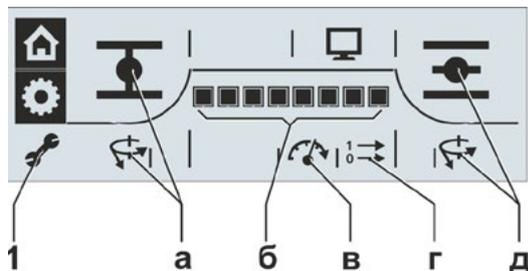

Рис. 4: Просмотр параметров
4. Подтвердите выбор: нажмите кнопку Drive Controller. Знак ‚Параметр‘ (рис. 4, поз. 1) активен, и друг за другом показываются параметры и их значения, см. рис. 4: